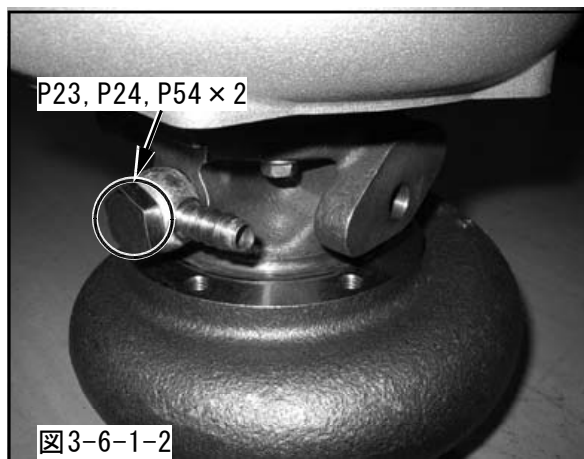

図3-6-1-2
(1) オイルアウトレットパイプをターボチャージャAssyに取付けてください。(図3-6-1-1)
(図3-6-1-1, 図3-6-1-2)